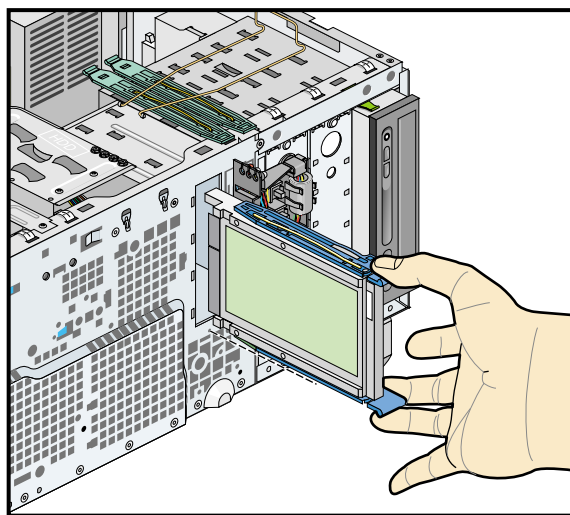

図 4-18 ディスク・ドライブの取外し
5. ドライブ・レールのタブをドライブの側面に押当てるようにして押します。続いて、ドライブをドライブ・ケージの外にスライドさせます。図 4-18 を参照してください。